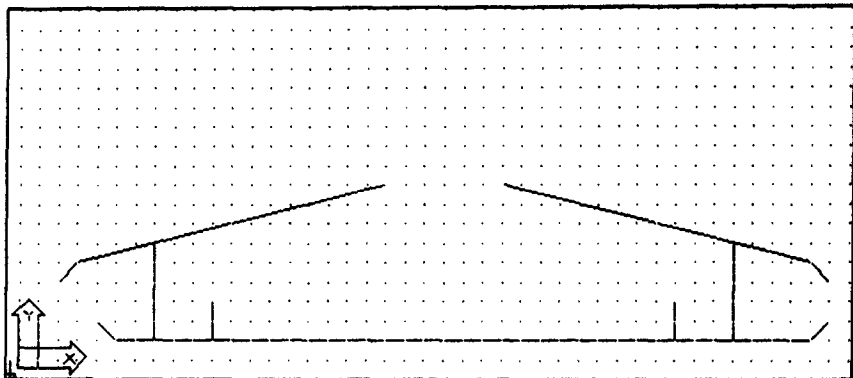

图 1-1-7 衣架的主要框架
(4) 如果注意观察，可以发现衣架的左半部分和右半部分是对称的，那么有没有办法比较快捷方便地把右半部分画出来呢？答案显然是肯定的，在 AutoCAD 中提供了一个“镜像”命令 `mirror`，可以方便地把一些对称的图形的另一半画出来。在命令行中输入 `mirror`，确认之后，出现“选择对象”的提示，用鼠标依次点取想镜像的部分，确认之后，出现“指定对称轴的第一个端点”的提示，输入“160, 120”，接着会提示指定第二个端点，输入“160, 30”，回车确认之后，在询问“是否删除原对象”时，输入“n”或“N”即可得到如图 1-1-7 所示的图形。这样衣架的主要框架就画好了。